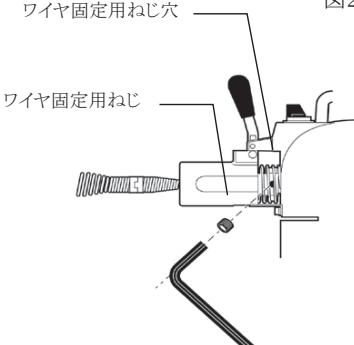

図3
③モータのスイッチを回し、ワイヤを回転させ貫通させます。通常は1の方にスイッチを入れます。(バルブヘッド付ワイヤを使れる場合は2の方に入れてください)
④ガンコな詰まりの場合は、ワイヤを少し引戻したり、入れたりして右回転・左回転させてください。繰り返しこの操作を行なってください。正逆の操作は回転が止まってから行なってください。
⑤チャックノブを前後させただけでワイヤがしっかりと固定されない場合は、付属のワイヤ固定ねじをねじ穴に入れ固定してください。(図3)